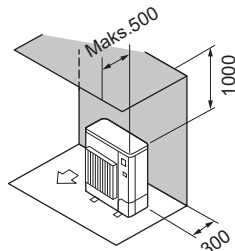

Fig. 2-8
- (2) Kun forhindringer bagved og ovenover (Fig. 2-8)